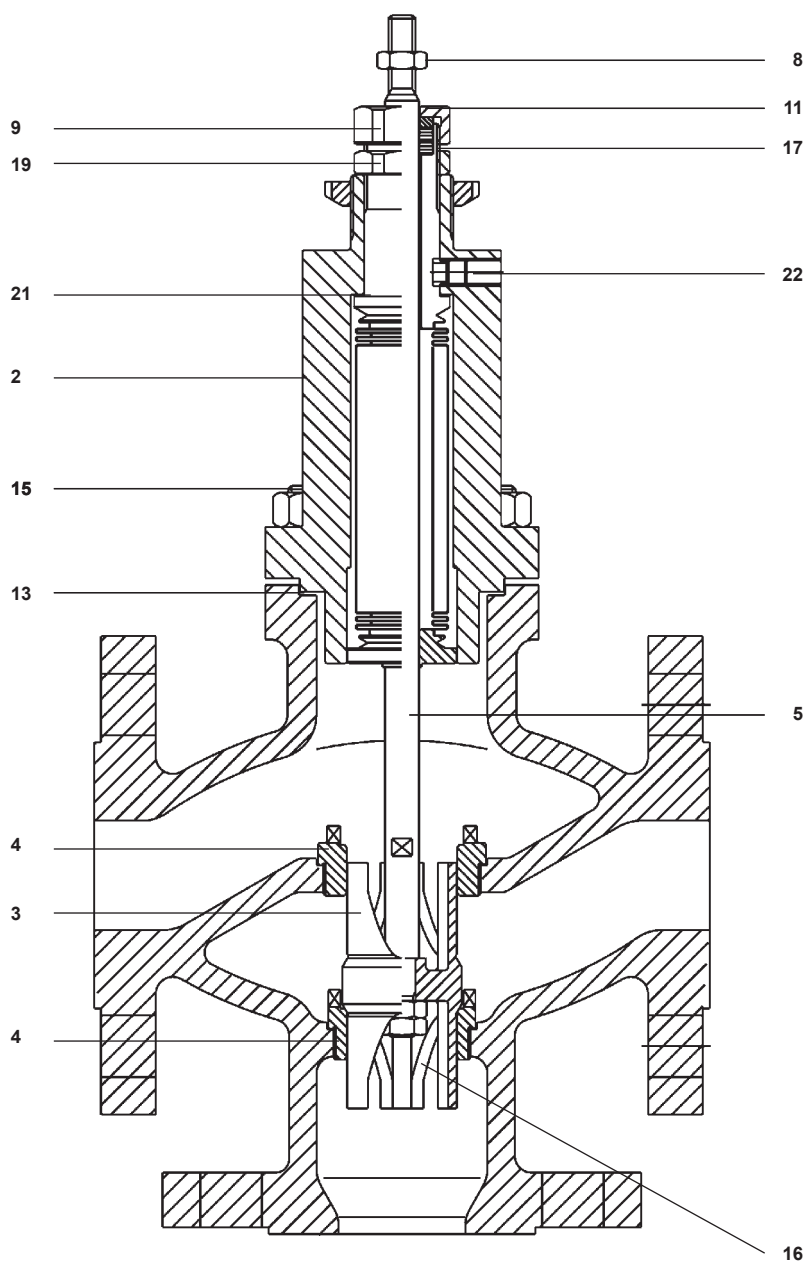

Abb. 11: QLM Mischventil
4.3.2 Vorgehensweise für den Austausch des Ventilkegels, der Sitze und Faltenbalganordnung bei Mischventilen (Siehe Abbildung 11)